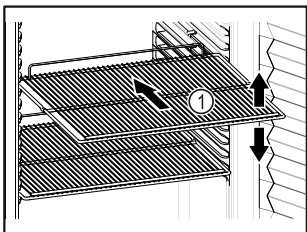

Fig. 50 Representación a modo de ejemplo
- ❑ Si los estantes se pueden mover Fig. 50 (1), ajústelos según la altura.